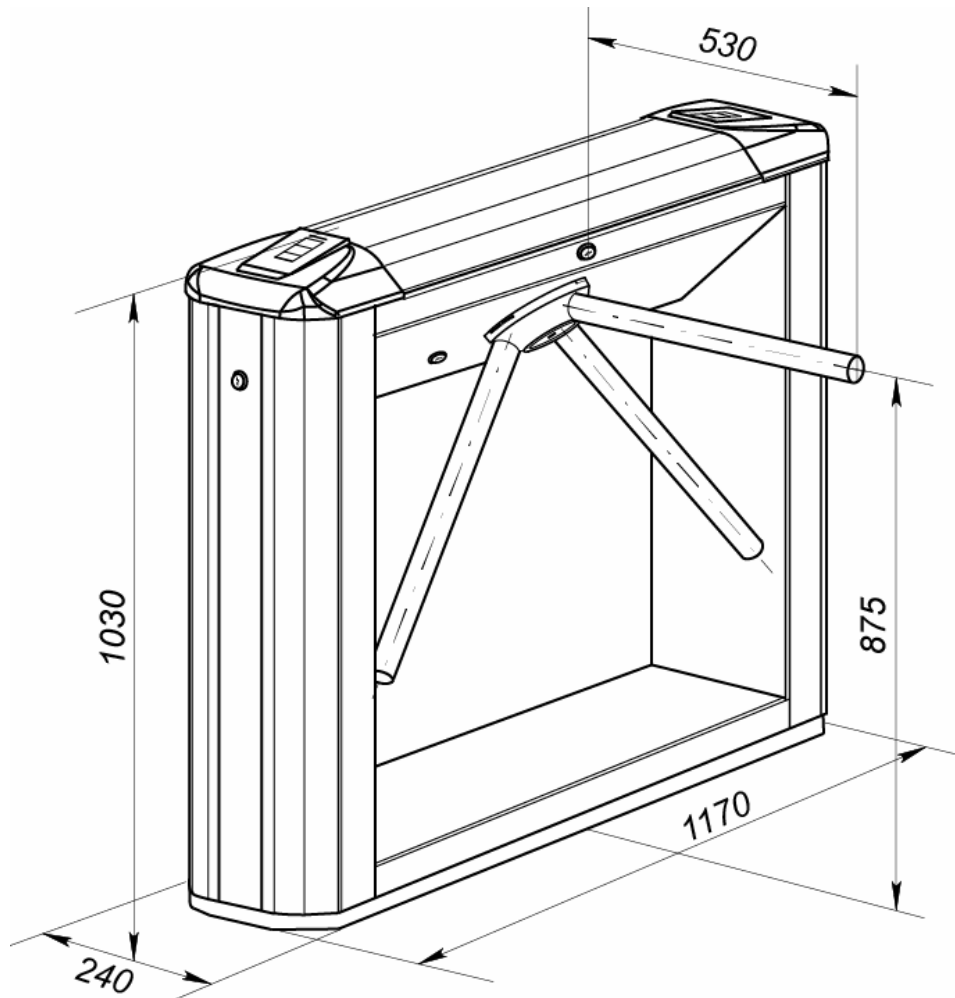

Рисунок 1. Габаритные размеры ЭП
Габаритные размеры (длина × ширина × высота) (см. рис. 1), мм:
Стойка ЭП состоит из каркаса (1), основания (2) и крышки (3). Стойка крепится к полу четырьмя анкерами через отверстия в основании (2). Габаритные размеры ЭП показаны на рис. 1.